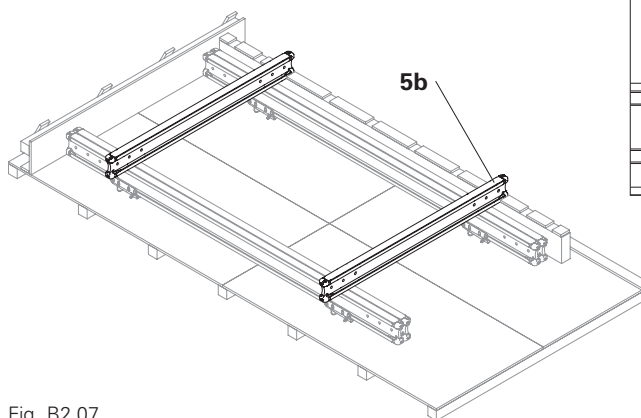

Fig. B2.07
4. Appoggiare 2x trave VT 20K (5b) simmetricamente e ortogonalmente sulla trave VT 20K (5a) e allinearle centralmente alle teste per tavoli TK (26). (Fig. B2.07)